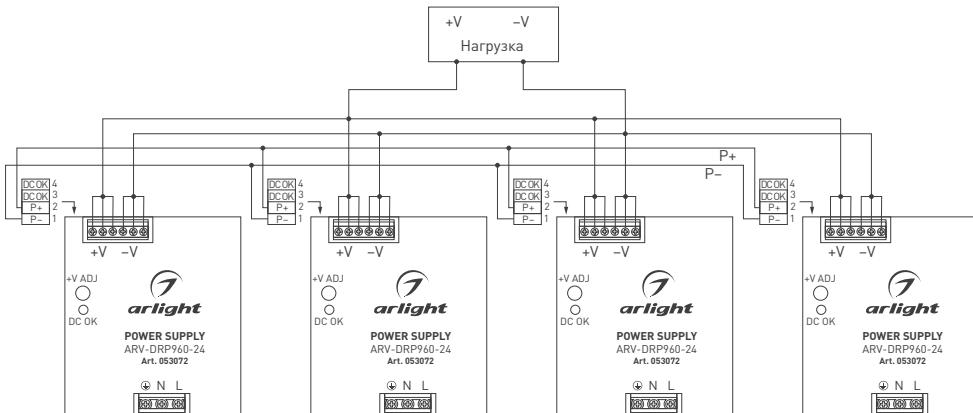

Рис. 1. Схема параллельного подключения источников питания
- 3.11. При параллельном подключении источников питания необходимо объединять выходные клеммы **P+** и **P-** всех источников параллельно. Максимально допустимое одновременно подключаемых источников питания — 4 шт. [см. рис.1].